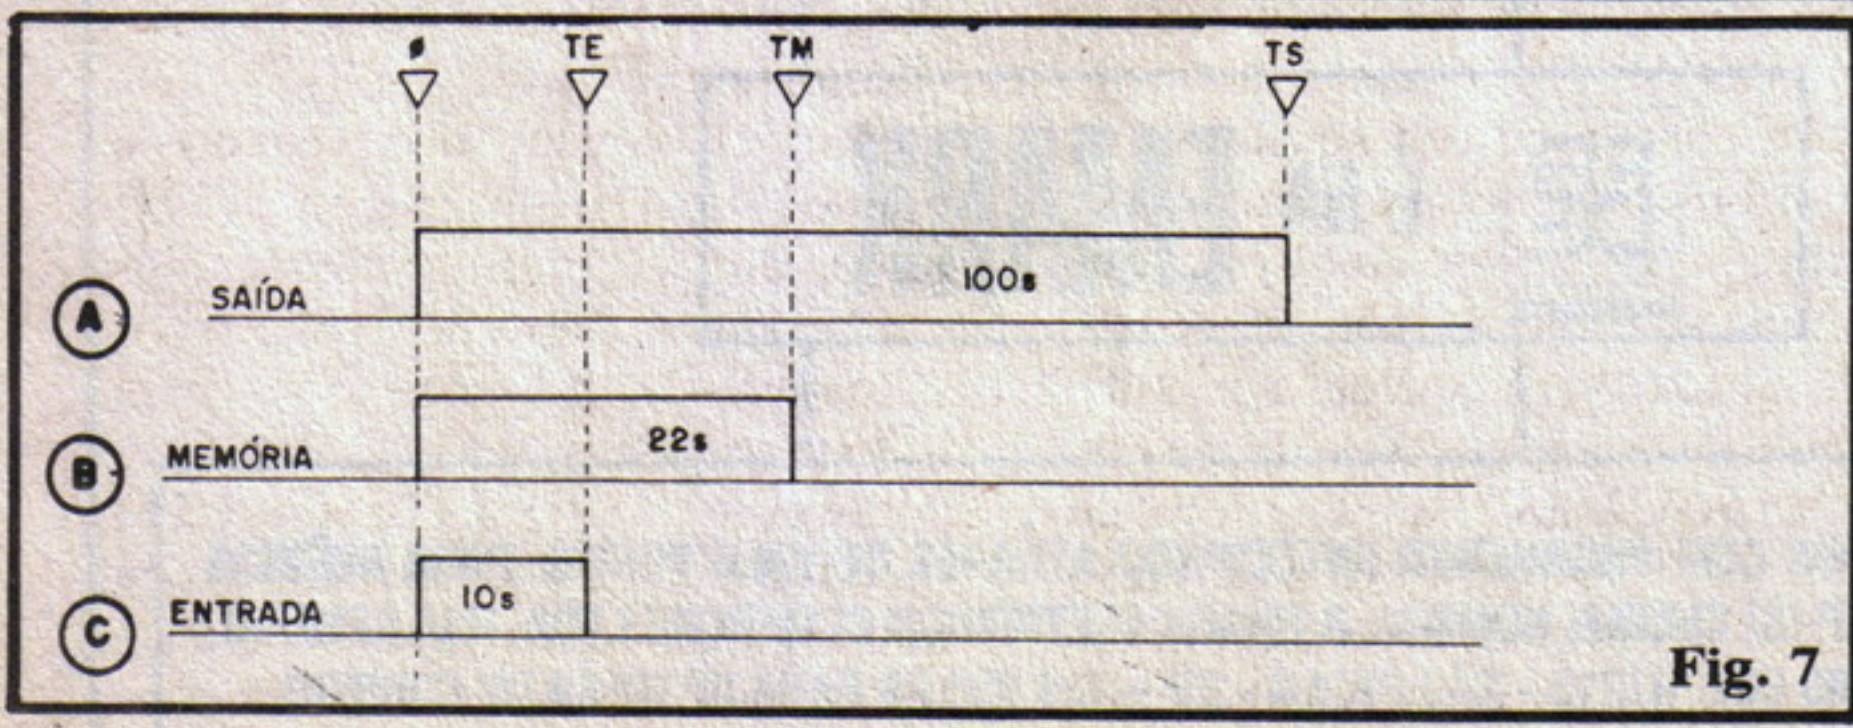

Fig. 7
- **FIG. 7** - Diagrama de temporizações da MACARE/MOMELT. Para entender perfeitamente **como** o conjunto passa a funcionar, é bom lembrar, através de um simples gráfico, o "casamento" da diversas temporizações envolvidas... A função do MOMELT no conjunto é "simular", eletronicamente, uma "abertura da porta" controlada pelo LTM, durante cerca de **22 a 25 segundos** (ver gráfico 7-B) mesmo que, na realidade a tal porta tenha sido **imediatamente** fechada, após a violação! Observem que, sendo o tempo de memorização (TM) **maior** do que o tempo de "carência" para a Entrada (TE), originalmente de 10 segundos, para todos os efeitos, a MACARE "reconhecerá" a violação do LTM (após 22 a 25 segundos), ainda que alguém "mais esperto" abra e feche imediatamente a porta controlada! Acontece, porém, que para não invalidar a facilitação pro-